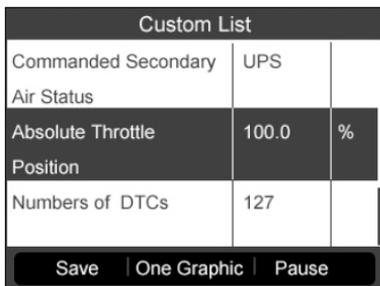

Figura 6.12
- 4) Premere il pulsante **S** per visualizzare i PID selezionati sullo schermo. (Figura 6.12)